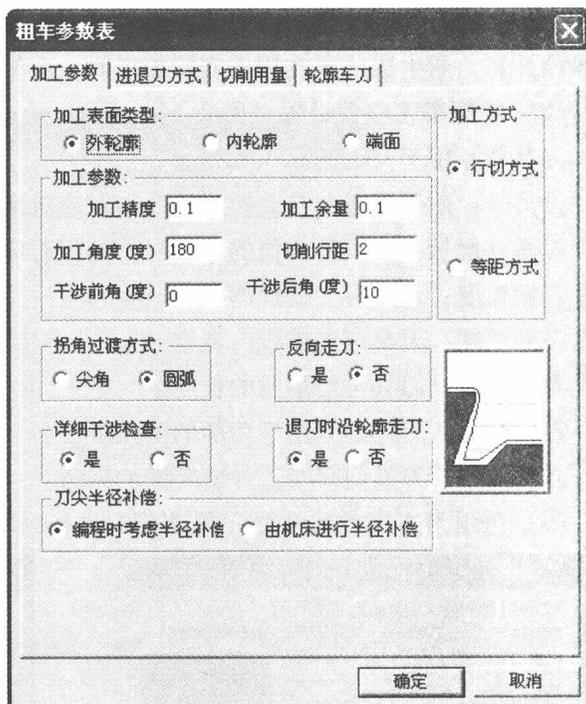

图 2-4 【加工参数】栏
在【数控车】菜单的子菜单中选取【轮廓粗车】，或者在工具条中单击图标，系统弹出【粗车参数表】对话框，如图 2-4 ~ 图 2-7 所示。按实际加工要求设置粗加工参数，注意粗加工时加工余量不能为 0。
(1) 加工参数设置 (图 2-4)